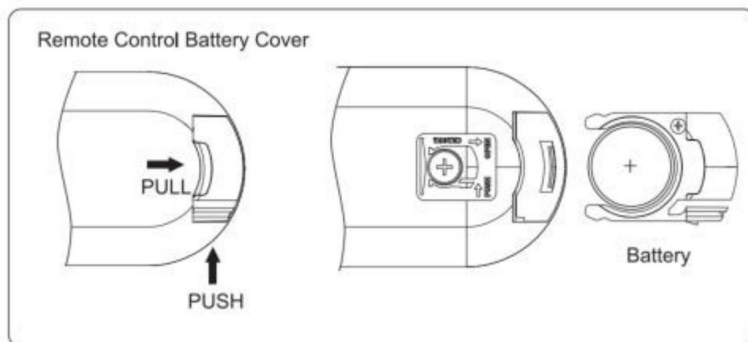

Fig.6
1. Verwijder de kaart in de richting van de pijl om de afstandsbediening. (Fig.6)